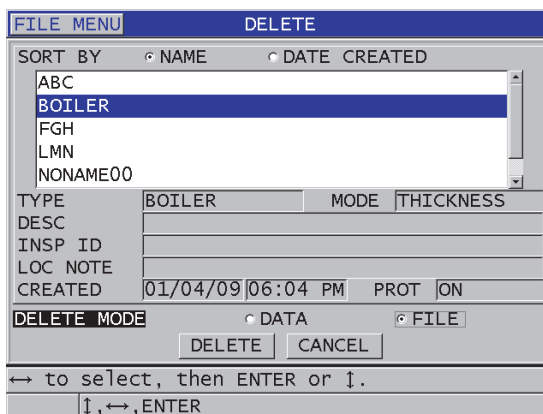

Figura 11-20 Pantalla BORRAR (DELETE)
3. En la pantalla **BORRAR (DELETE)** [ver Figura 11-20 en la página 221]: